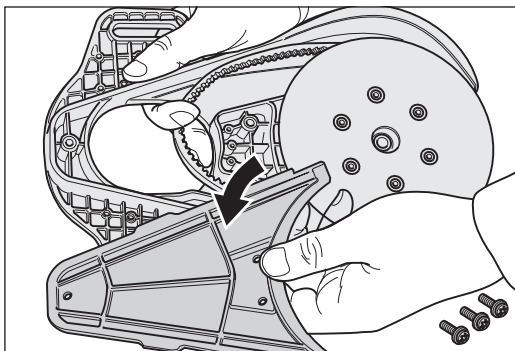

Abb. 41 Den Vorsatzdeckel vom Vorsatz abnehmen.
- 7 Entfernen Sie mit Hilfe des Universalschlüssels die Befestigungsschrauben des Vorsatzdeckels und nehmen Sie diesen vom Vorsatz ab (Abb. 41).